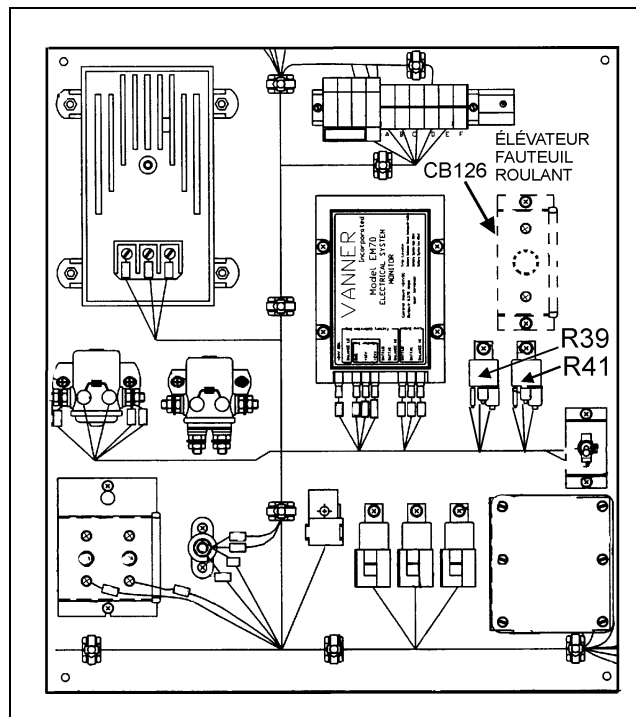

FIGURE 2: EMBLACEMENT DES RELAIS
2. Localiser les relais R39 et R41, consulter la figure 2 pour faciliter l'identification des relais R39 et R41.